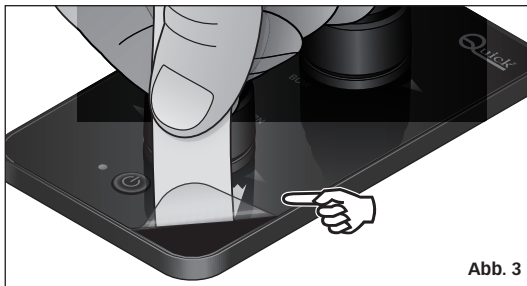

Abb. 3
- **(Abb. 3)** Nach der Installation die transparente Schutzfolie von der Oberfläche der Steuerung abziehen. Wir empfehlen, ein Stück Klebeband zu verwenden, um die transparente Schutzfolie besser entfernen zu können.